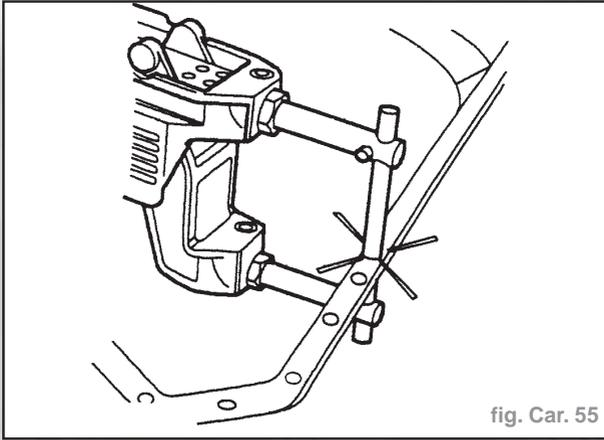

fig. Car. 55
- Utiliser un poste de soudage par points, lorsque l'accès le permet. Si possible, tenter d'assurer la qualité des soudures en utilisant un moniteur de soudage (Fig. Car. 55).